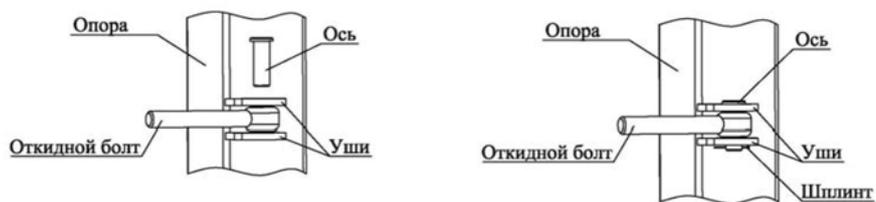

Рисунок 3
4. На столб, предназначенный для крепления петель, установить откидные болты через ось и фиксировать их шплинтом (смотри рисунок 3). При необходимости нанести в петлю смазку.